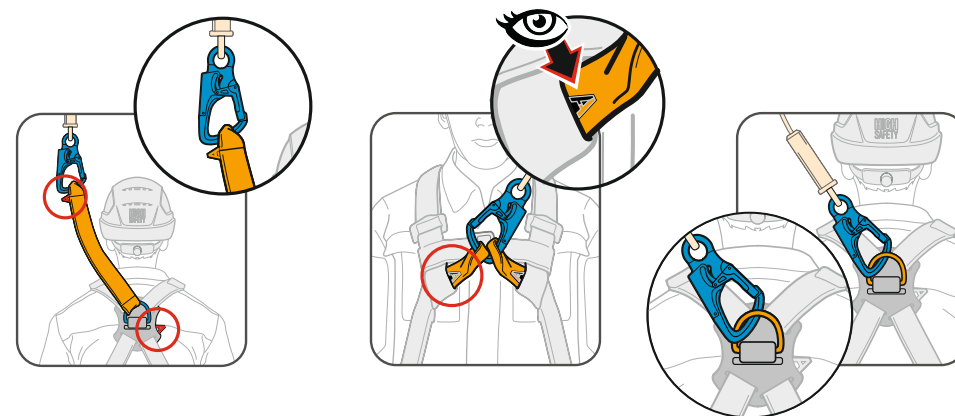

Рис. 13 Соединение СЗБТ KLĚN с точками крепления на привязи.
8. Присоединить СЗБТ карабином класса В к одной из анкерных проушин на головной части треноги. А затем соединить СЗБТ карабином класса Т с точкой крепления на привязи с маркировкой «А» (буква «А» должна быть полностью закрашена) (рис. 13) (например, D-образное кольцо на спине).